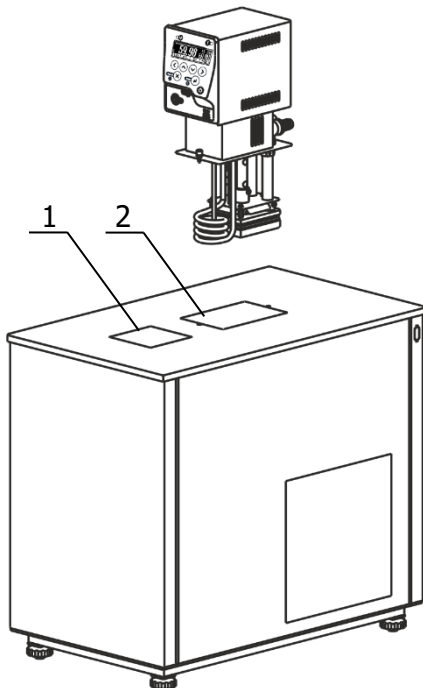
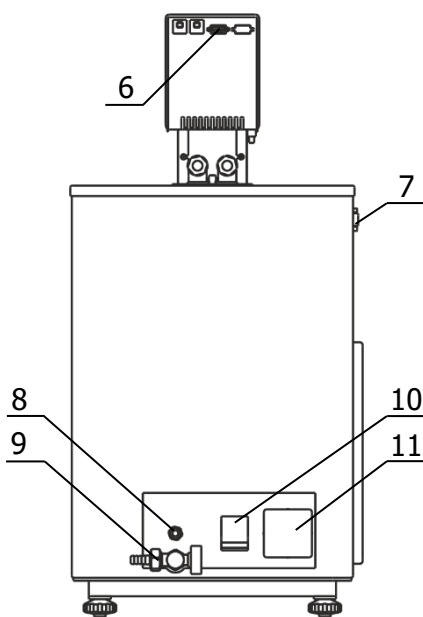

Рисунок 2 — Установка блока регулирования
Рисунок 4 — Задняя панель термостата
2.2.3 Погрузить блок регулирования температуры в отверстие 2 (рисунок 2) и закрепить его винтовыми фиксаторами на крышке термостата.
2.2.4 К переливному штуцеру 8 (рисунок 4) присоединить гибкий шланг, второй конец которого опустить в емкость для сбора излишков теплоносителя объемом 1.5–2 литра.
2.2.5 Заполнить ванну термостата теплоносителем через отверстие над рабочей зоной 1 (рисунок 2) до момента начала слива теплоносителя из переливного штуцера 8 (рисунок 4).
2.2.7 Вставить вилку сетевого кабеля блока регулирования в розетку 11 (рисунок 4). Соединить кабелем из комплекта поставки блок регулирования (разъем 6) и холодильную машину (разъем 7). Сетевой кабель термостата подключить к питающей сети. Для этого в лабораторном помещении должна быть установлена электрическая розетка из комплекта поставки термостата.
2.2.8 Автоматический выключатель 10 (рисунок 4) перевести в положение «включено».
2.2.11 Для заполнения соединительных шлангов и устранения воздушных пробок при первом запуске термостата, необходимо включить блок регулирования в режиме прокачки. При работе циркуляционного насоса уровень теплоносителя во внутренней ванне понизится, что может привести к срабатыванию защиты от недостаточного уровня теплоносителя. Доливать теплоноситель следует до тех пор, пока он не начнет переливаться через штуцер 8 (рисунок 4).
2.3.2 Надеть сливной шланг из комплекта поставки на кран 9 (рисунок 4) и закрепить его хомутом. Свободный конец шланга опустить в емкость для сбора теплоносителя объемом, превышающим объем термостата.